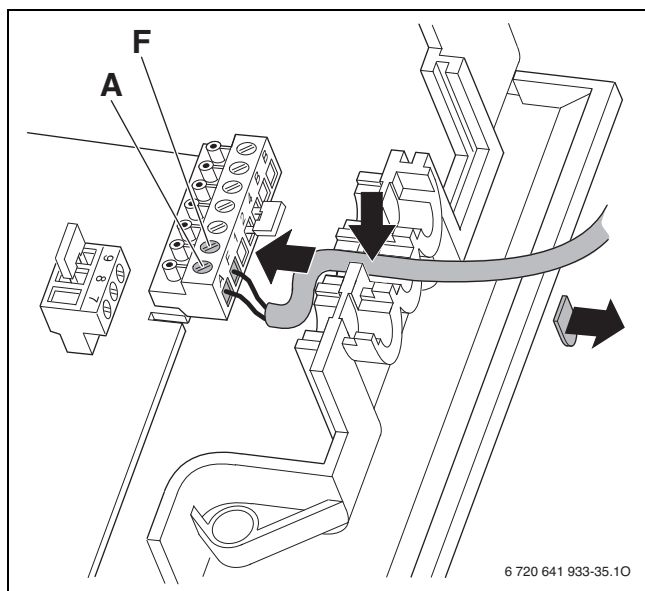

Fig. 44 Câblage électrique de la sonde de température extérieure
- Raccorder le câble de la sonde de température extérieure conformément à la fig. 44.